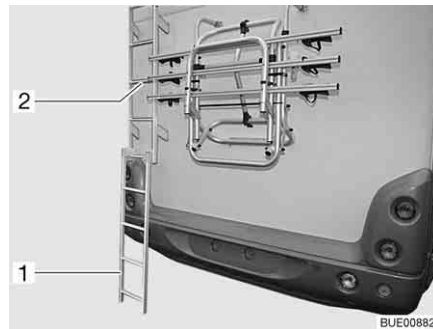

Bild 1 Bakre stegen
- Haka fast den nedre delen på stegen (Bild 1,1) på den delen av stegen (Bild 1,2) som sitter fast på baksidan och ställ ned den på marken.